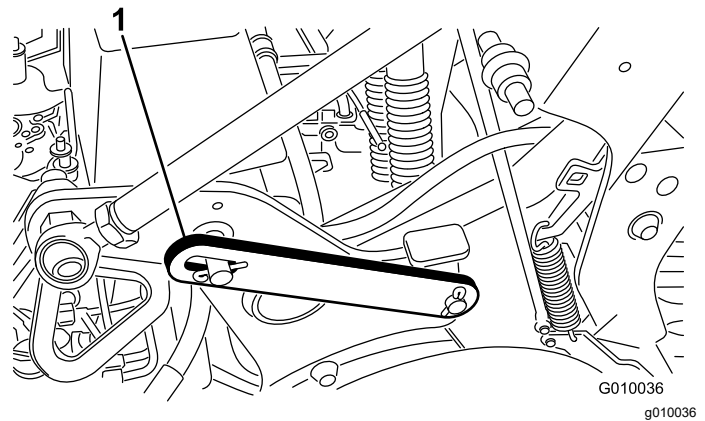

Figure 18
3. Retirez la goupille à anneau qui fixe le verrou de service en position de rangement (Figure 18).